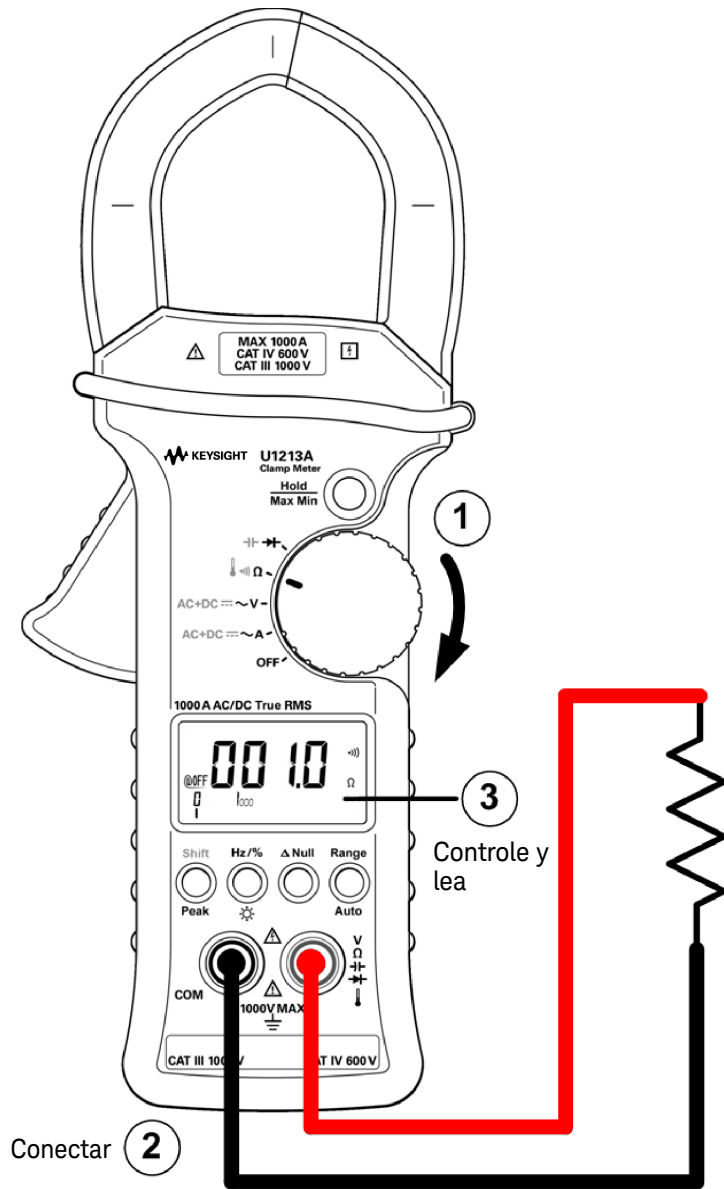

Figura 2-4 Prueba de continuidad
- 4 Para realizar mediciones de continuidad, presione **Shift** una vez, (consulte la Figura 2-4 en la página 42). Se emitirá un sonido cuando la resistencia sea menor a 10.0 Ω .